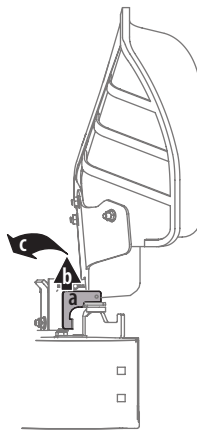

Figure 14
- La goulotte est livrée attachée et avec un support d'arrêt tenant la goulotte en position verticale. Le support d'arrêt doit être retiré avant d'utiliser le tracteur. Voir Figure 14.